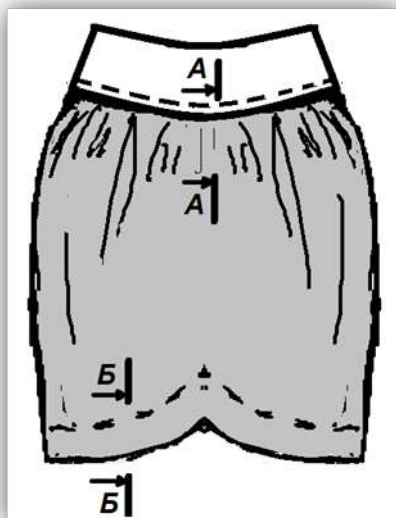

Рисунок 1 – Фрагмент платья. Переднее полотнище юбки с кокеткой
Второй этап: Моделирование фрагмента заданной модели **«Переднее полотнище юбки (ППЮ) с кокеткой»** женского платья (стр. 7, рис. 1) в натуральную величину и изготовление лекал
Третий этап: Изготовление (пошив) образца фрагмента заданной модели (стр. 7, рис. 1) женского платья.
1) Внешний вид фрагмента заданного изделия должен полностью соответствовать техническому рисунку модели и художественно-техническому описанию (стр. 3, табл.1), рисунку фрагмента (стр. 7, рис. 1) и техническим требованиям в п.п.2.2 (при их наличии).